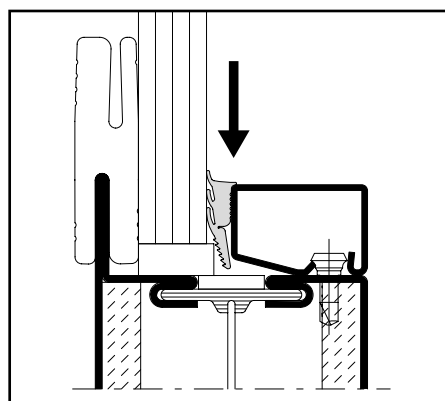

Abb. 26 / Fig. 26 / Fig. 26
- Keildichtungen glasleistenseitig mit leichtem Übermass in 45°-Gehrung zuschneiden und eindrücken (Abb. 26)
- Découper les joints à bourrer coté parcloles d'onglet à 45° avec une légère surlongueur et les enfoncer (fig. 26)
- Cut with small oversize the wedge weatherstrips in a miter joint on the glazing bead side and press in (Fig. 26)